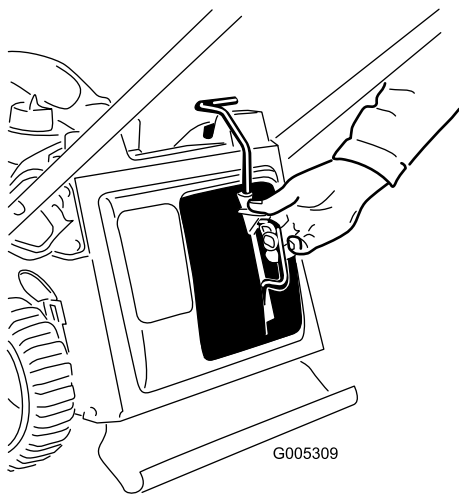
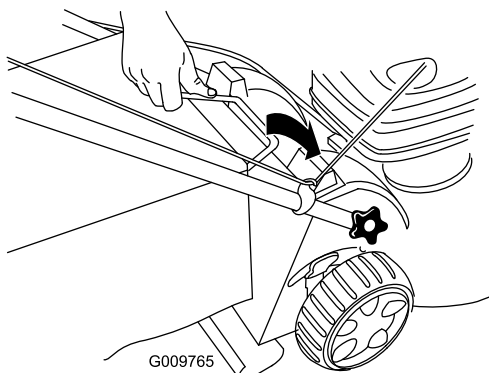

Figura 21
Figura 22
1. Instale el tapón de mulching (Figura 21) o la bolsa de recogida (Figura 22) en la máquina.